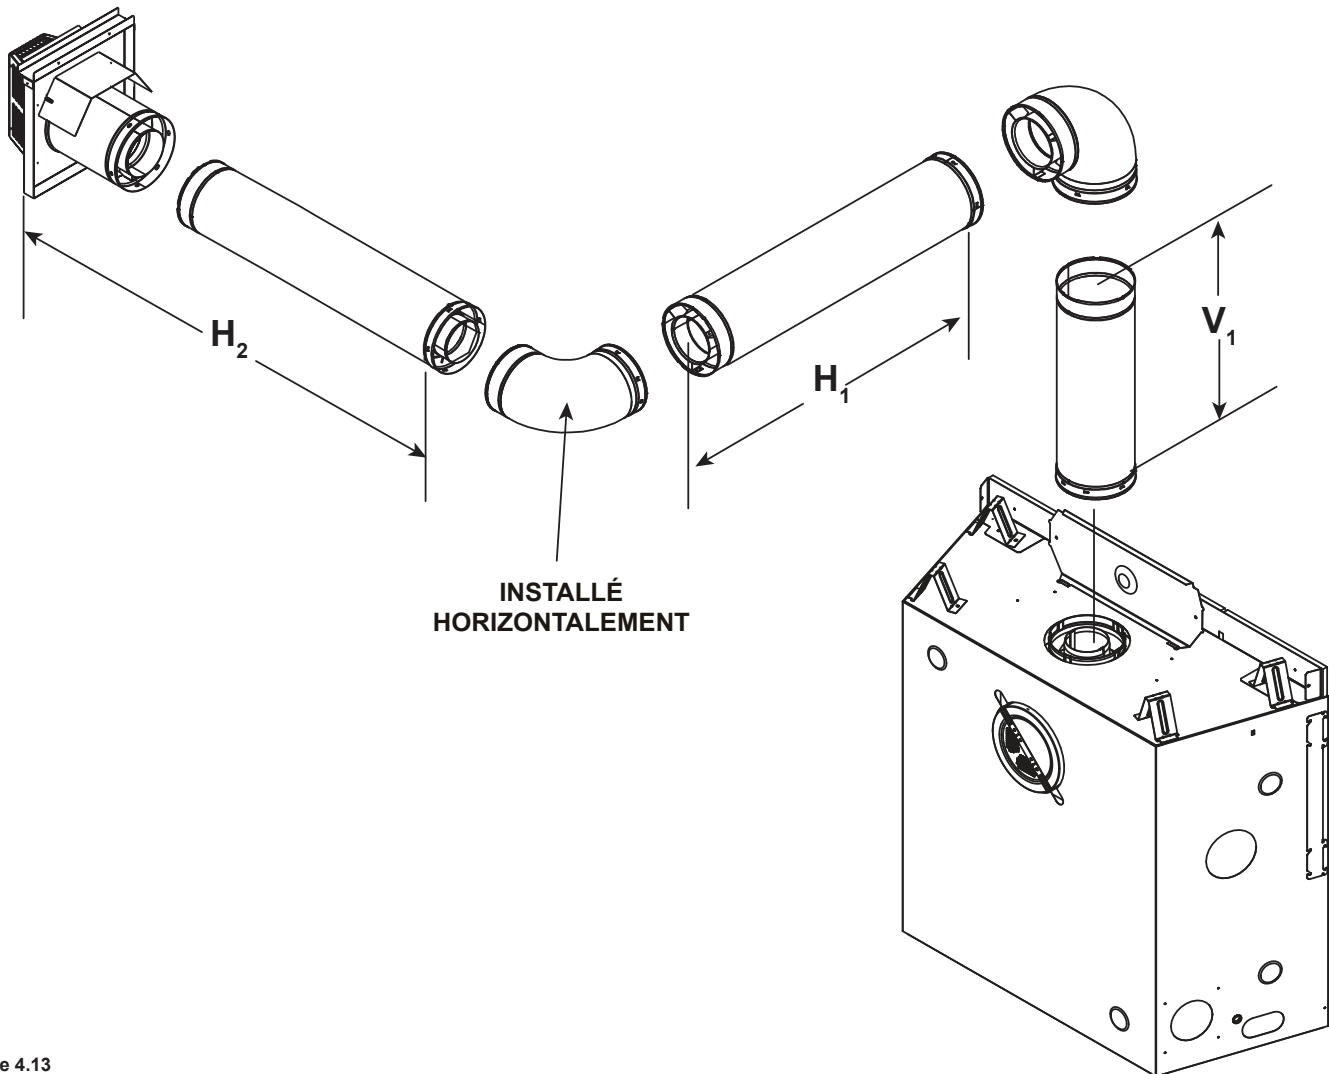

Figure 4.13
- **Évacuation supérieure** : Un maximum de quatre coudes de 90° (ou huit coudes de 45°) peuvent être utilisés quelle que soit la configuration du conduit d'évacuation. Voir la figure 4.19. Certains coudes peuvent être installés horizontalement. Voir les figures 4.13 et 4.18.